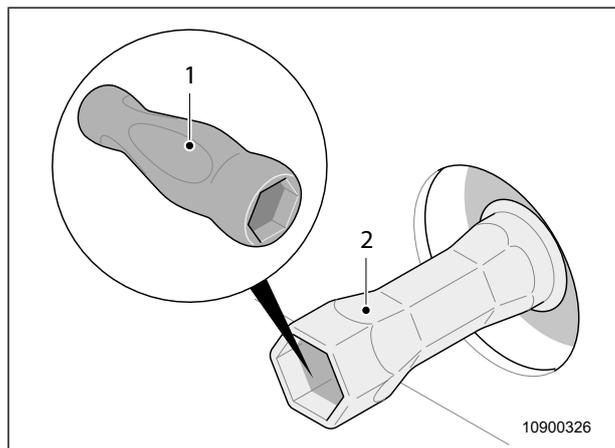

Abb. 48 Mutter Heckleuchte mit Griff aus dem Bordwerkzeug
- Die Muttern (Abb. 48, Pos. 2) der Heckleuchten mit dem Griff aus dem Bordwerkzeug (Abb. 48, Pos. 1) lösen und mit der Hand abschrauben.
Jede Heckleuchte besitzt zwei Muttern (Abb. 48, Pos. 2).